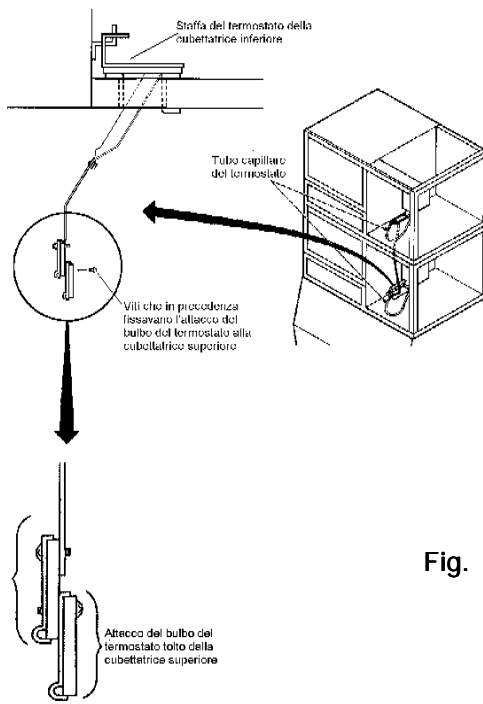

Fig. 5
- 8) Inserire il tubo capillare del termostato di regolazione della vaschetta della cubettatrice superiore nel foro inferiore della stessa cubettatrice, ed infilarlo nella cubettatrice inferiore; infilarlo quindi attraverso il foro inferiore della cubettatrice inferiore, e infine nella vaschetta. Con le viti tolte in precedenza dalla cubettatrice superiore fissare il bulbo del termostato della cubettatrice superiore, completo di attacco, a quello della cubettatrice inferiore (v. Fig. 5).